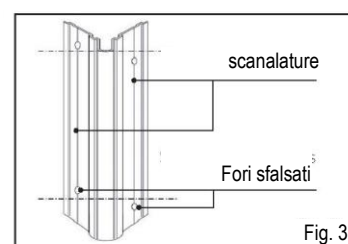

Fig. 3
- Praticare i fori lungo le scanalature del profilo interno in alluminio, sfalsandoli (20 cm tra un foro e l'altro) per le viti di fissaggio (vedere fig. 3).